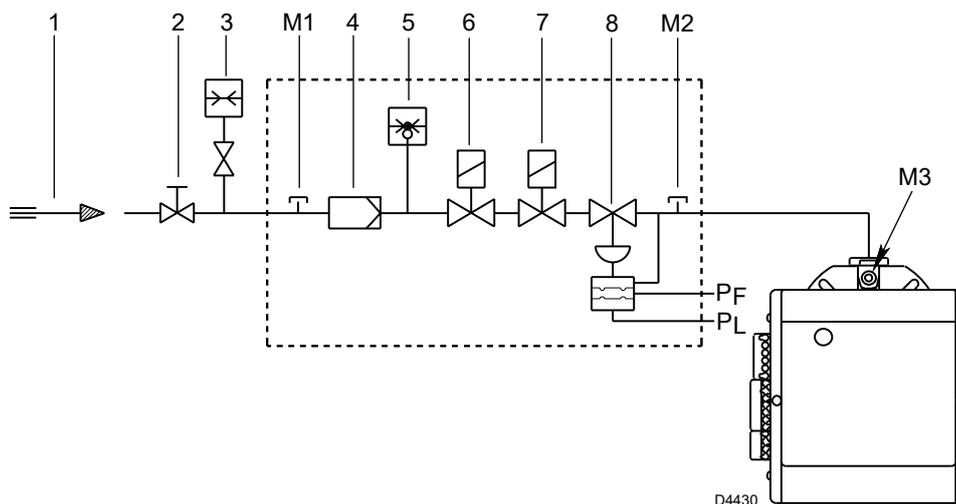

Fig. 14
Légende (Fig. 14)
Pression du gaz mesurée à la prise M3 (Fig. 14), avec:
- soustraire la pression figurant dans la chambre de combustion à la pression du gaz sur la prise M3 (Fig. 14).
En revanche, pour connaître la pression de gaz nécessaire à la prise M3 (Fig. 14), après avoir défini la puissance de modulation maximale à laquelle on souhaite faire fonctionner le brûleur:
- Lire sur la droite, colonne 1, la pression à la prise M3 (Fig. 14).